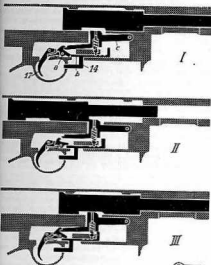

Fig. 4
Abzugvorrichtung, bestehend aus dem Abzug (17), der Abzugfeder, dem Fanggelenk, der Fanggelenkfeder und dem Fanggelenkauslöser (vgl. Ziff. 10—16 und Fig. 4).
(vergleiche Fig. 4)
(Fig. 4 I)
(Fig. 4 II)
(Fig. 4 III)